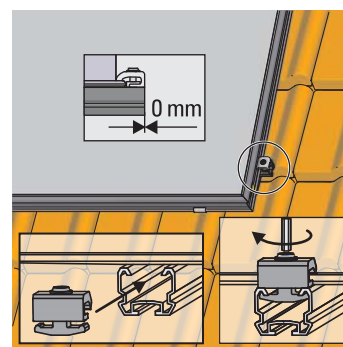

Fig. 3-32 Inserire e avvitare saldamente le basette di bloccaggio singole per l'ultimo collettore piano
10. Inserire e avvitare saldamente le basette di bloccaggio singole per l'ultimo collettore piano (fig. 3-32).